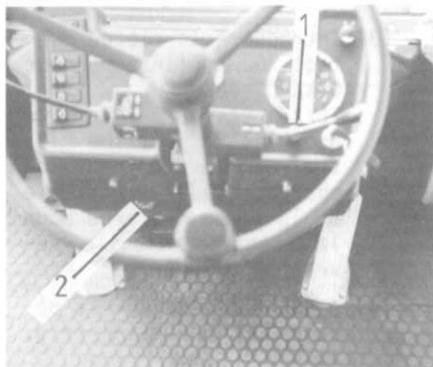

Bild 24
Gebläse-Drehschalter (Bild 24/1) je nach gewünschter Luftmenge in Stellung 1, 2 oder 3 schalten. Luftstromrichtung an den seitlich angebrachten Ausströmdüsen einstellen.
Je nach Wärmebedarf Drehknopf (Bild 24/2) nach links oder rechts drehen. Warmluftmenge wie unter Punkt 1 beschrieben einstellen.
Blower switch (fig. 24/1) in item 1, 2 or 3 acc. to the required air volume. Air flow direction can be adjusted by means of the laterally placed nozzle.
Turn knob (fig. 24/2) to the left or to the right acc. to the amount of heat needed. Volume of warm air can be adjusted as described under item 1.
tourner le commutateur (fig. 24/1) sur la position désirée 1, 2 ou 3. Régler à l'aide des tuyères latérales l'arrivée d'air dans la direction voulue.
tourner le bouton (fig. 24/2) selon la température désirée à droite ou à gauche. Régler l'air chaud comme décrit au point 1.